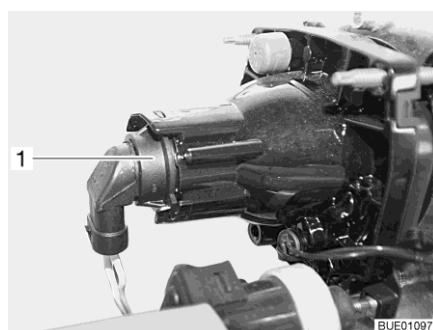

Bild 160 Abblendlicht/Fernlicht/Standlicht
- Hinter den Lampenhalter (Bild 160,1) greifen.